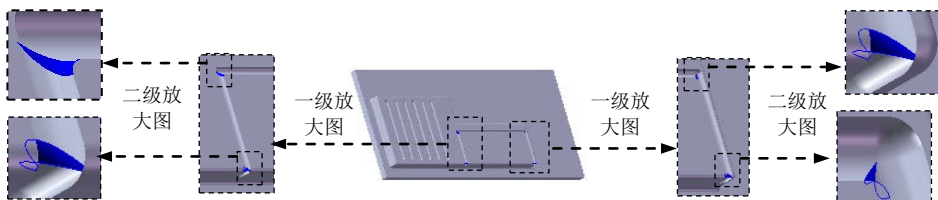

图 17.7.36 创建圆角 5
Step19. 创建图 17.7.36 所示的圆角 5。选择下拉菜单 **插入(I)** → **特征(F)** →